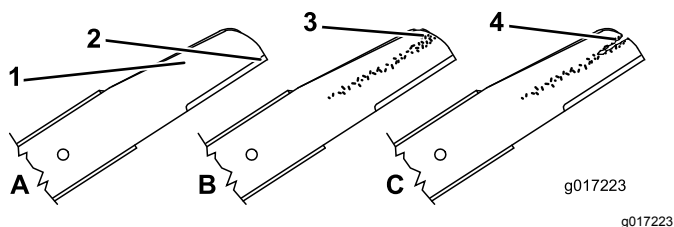

Рисунок 41
- Осмотрите режущие кромки (Рисунок 41). Если кромки не острые или зазубренные, снимите ножи и заточите или замените их.
2. Осмотрите ножи, обратив особое внимание на состояние их фигурных частей (Рисунок 41). При обнаружении повреждений, износа, образования бороздки на этих частях, немедленно замените нож новым.